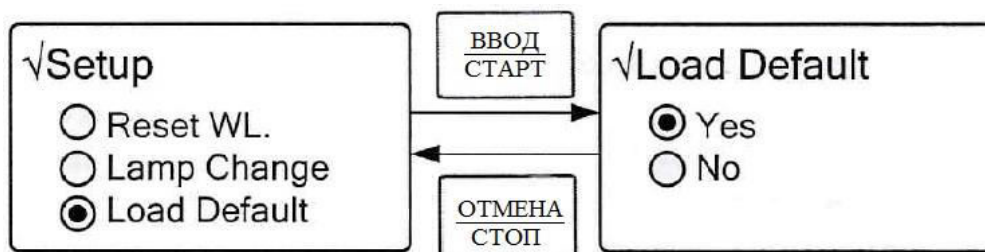

Рисунок 32. Сброс настроек до заводских
2.5.2.7. “**Load Default**” – сброс параметров прибора до заводских настроек. Для сброса настроек с помощью кнопок “▲” и “▼” выберите строку **Load Default** и нажмите кнопку “ВВОД/СТАРТ”. На дисплее отобразится меню с предложением подтвердить сброс настроек до заводских «On», или отменить сброс настроек «Off». Подтверждение действия осуществляется нажатием кнопки “ВВОД/СТАРТ” (Рисунок 32).